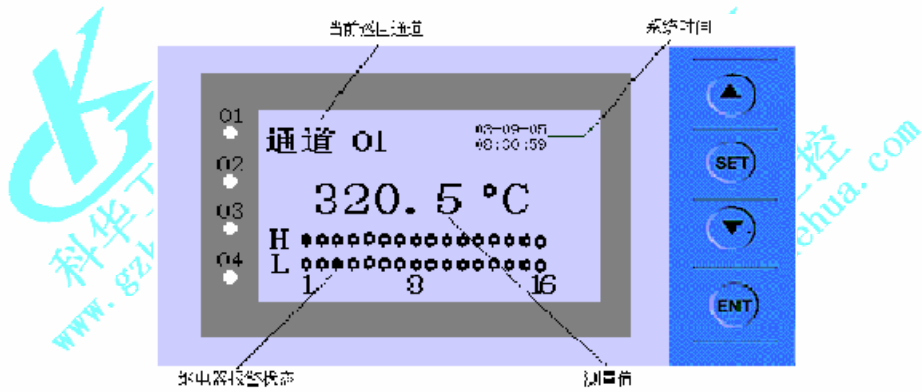

图 2: 实时显示画面
3. 实时画面: 实时画面如图 2、3、4 所示
11. 退出: 返回到实时显示画面 (如图 2 所示)。